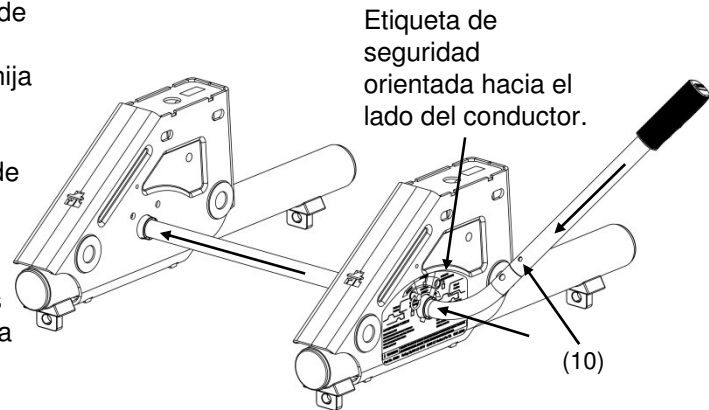

Figura 8
3. Antes de la quinta rueda deslizante REESE™ en la cama de la camioneta. Inserte el manija (3) a través del conjunto conductores lateral (2) (lado del conductor de remolque) y luego a través del conjunto de dispositivos pasajeros lateral (1). Slide manija recto (9) sobre el manija doblado (3). Instale el pasador de rodillo (10). Véase la Figura 8.